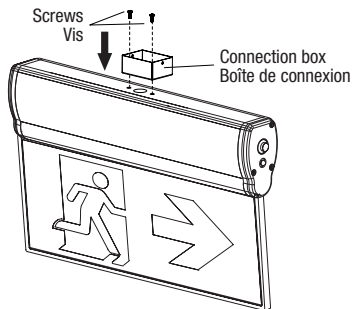

Fig. 7b
2. Installer la boîte de connexion à l'aide des deux vis M4#12 (Fig. 7b).